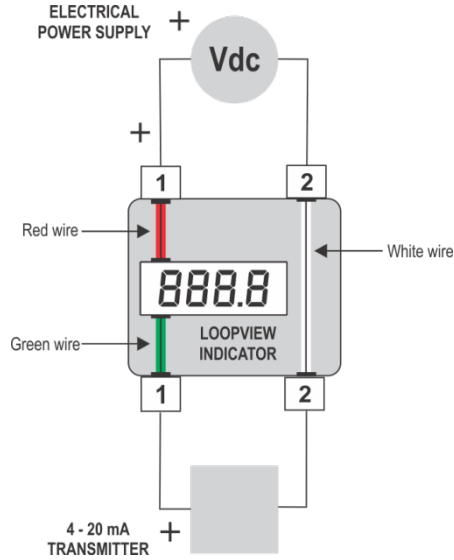

Figure 01 – Electrical connections
O **LoopView** deve ser instalado em um *loop* de processo previamente validado, com fonte de alimentação e um transmissor 4-20 mA (ver **Fig. 01**), a fim de estabelecer uma corrente elétrica proporcional à variável medida (PV): temperatura, pressão, vazão, etc.
Debe instalarse el **LoopView** en un *loop* de proceso previamente validado, con fuente de alimentación y un transmisor 4-20 mA (véase **Fig. 01**) con el objetivo de establecer una corriente eléctrica proporcional a la variable medida (PV): temperatura, presión, caudal, etc.
Le **LoopView** doit être installé dans une boucle d'un processus préalablement validé, avec une source d'alimentation et un convertisseur 4-20 mA (voir la **Fig. 01**), afin d'établir un courant électrique proportionnel à la variable mesurée (PV) : température, pression, débit, etc.
Figure 01 shows the required connections: